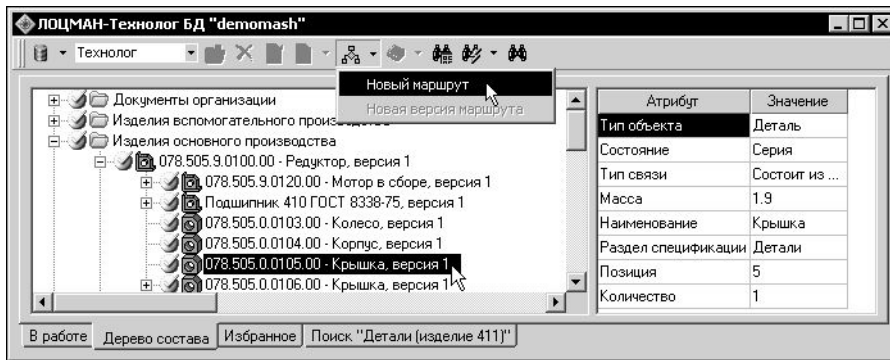

Рис. 12.6. Создание нового объекта «Маршрут»
1. Найдите требуемый элемент состава изделия и установите на него курсор (рис. 12.6). Эту процедуру можно осуществить на любой из трех вкладок модуля: **Дерево состава**, **Избранное** или **Поиск**.
- Нажмите кнопку **Новый маршрут** на инструментальной панели модуля. Если создаваемый маршрут — первый для данного элемента состава, то активным будет только пункт **Новый маршрут** (рис. 12.6). При создании последующих маршрутов — только пункт **Новая версия маршрута**. Щелкните мышью на одном из указанных пунктов.